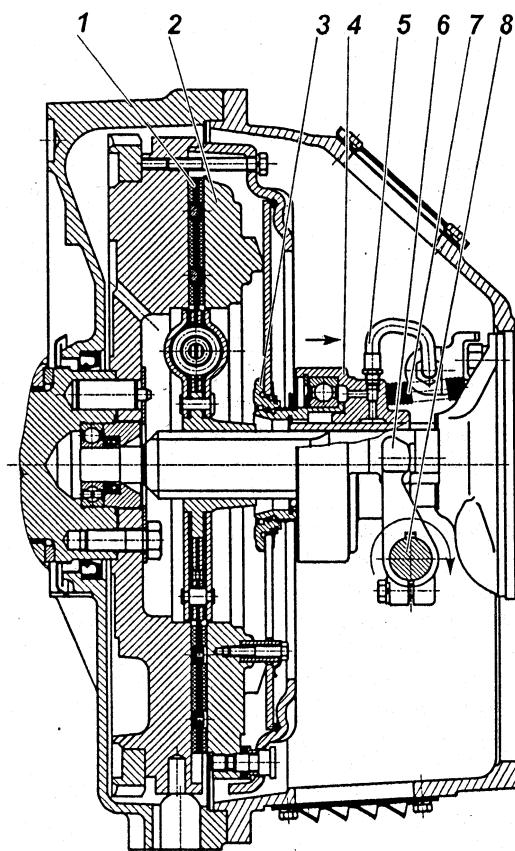
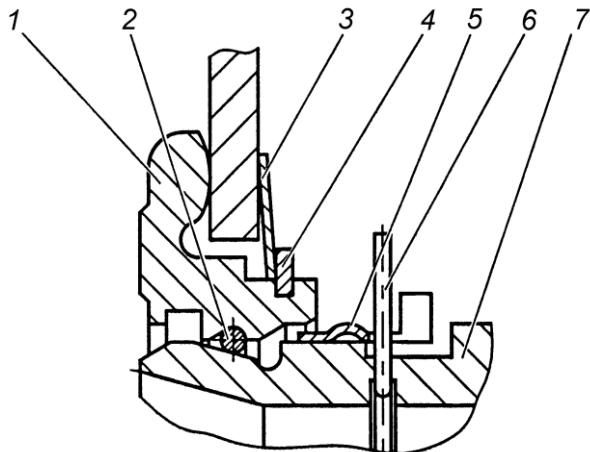

Рис. 99. Сцепление:
Рис. 101. Запорное устройство:
Диафрагменное сцепление (рис. 99) состоит из ведущих и ведомых частей, а также деталей механизма выключения сцепления, устанавливаемых в картер сцепления.
Механизм выключения сцепления состоит из муфты 4 (рис. 99) с подшипником, вилки 6 и валика 8. Муфта соединена через упорное кольцо 3 с диафрагменной пружиной с помощью запорного устройства.
Оттяжная пружина 7 (рис. 99) исключает проворот и осевые перемещения втулки 7 относительно упорного кольца 1 (рис. 101). По мере износа фрикционных накладок муфта выключения сцепления 4 перемещается вместе с пружиной в сторону маховика, при этом конструкция привода выключения сцепления автомобиля или другого транспортного средства обеспечивает поворот вилки 6 (рис. 99) по часовой стрелке после выбора зазора между лапками вилки и муфтой за счет периодической регулировки привода или постепенный поворот за счет конструкции гидропривода.
Конструкция запорного устройства показана на рис. 101. Она включает в себя упорное кольцо 1, втулку подшипника муфты 7 с фасонной канавкой, пружинное кольцо 2 круглого сечения, а также замковое кольцо 5. Упорное кольцо 1 устанавливается на диафрагменную пружину при сборке нажимного диска с кожухом и удерживается за счет пружинной шайбы 3 и стопорного кольца 4. На рисунке муфта заперта (соединена) с упорным кольцом. Внутри втулки подшипника муфты 7 установлено предохранительное кольцо 6, имеющее снаружи выступающий ус, препятствующий случайному рассоединению муфты выключения сцепления и упорного кольца 1.
Выключение сцепления обеспечивается поворотом вала по часовой стрелке. Допустимое направление перемещения муфты и поворота вала для выключения сцепления показано на рис. 99 стрелками. Перемещение муфты и поворот вала в обратном направлении не допустимо.
5. С помощью специальной оправки сцентрировать кольцо 3 (рис. 101) относительно оси коленчатого вала двигателя.
2. Убедиться, что муфта выключения сцепления отведена до упора в крышку подшипника первичного вала коробки передач пружиной 7 рис. 99.
Проверка качества установки сцепления (отсутствие "ведущия", контроль величины крутящего момента на валу вилки) осуществляется на неработающем двигателе. Для этого необходимо повернуть вал вилки на угол 9°30'...11° по часовой стрелке, что соответствует перемещению муфты на 11...13 мм от двигателя. При этом выходной вал коробки передач, при включенной передаче, должен вращаться при приложении крутящего момента не более 5 Н·м (0,5 кгс·м). Поворот вала вилки выключения сцепления по часовой стрелке показан на рис. 99.
4. Совместить полукруглый паз на муфте выключения сцепления в передней ее части с выступающим усом предохранительного кольца 6 (рис. 101) и, утопив его каким-либо предметом, удерживать в утопленном положении через центральное отверстие муфты выключения сцепления.